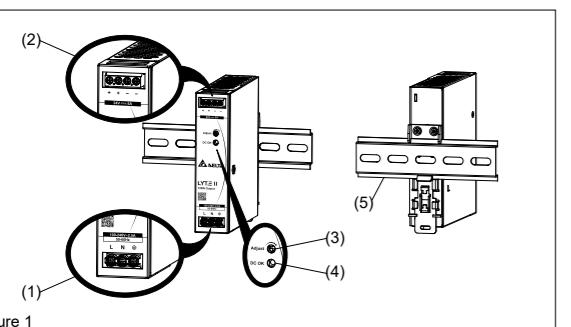

Figure 1
2. Gerätebeschreibung (Abb. 1)
5.1. Anschluss der Eingangsklemmen (Abb. 1, Abb. 5)
5.2. Anschluss der Ausgangsklemmen (Abb. 1 (2))
Verwenden Sie die Schraubklemmen „+“ und „-“ um den 12Vdc-, 24Vdc- oder 48Vdc-Anschluss herzustellen. Die grüne LED „DC OK“ zeigt die korrekte Funktion des Ausgangs an (Abb. 1 (4)).
2. Description de l'appareil (Fig. 1)